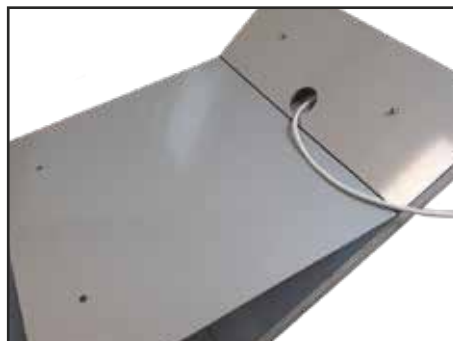

Abb. 09: Standfußteil B aufbringen
8. Standfußteil B mit der kurzen Seite auf die oberen Gewindebolzen und Standfußteil A stecken (Nut-Seite nach oben). Beim Auflegen das Netzkabel durch die runde Kabelöffnung ziehen (Abb. 09).